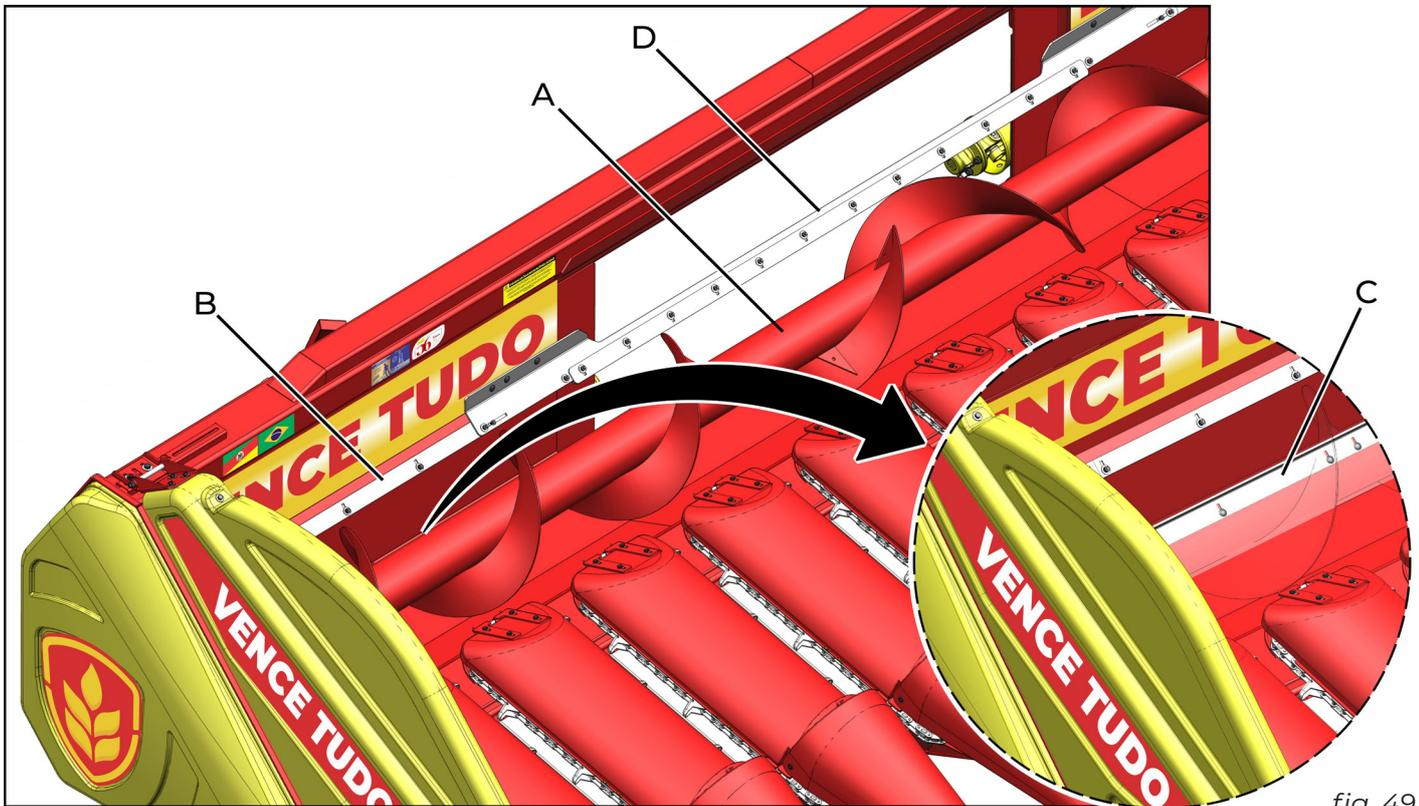

fig. 49
Para melhorar a eficiência do sem-fim alimentador (A) (fig. 49), a plataforma dispõe de um sistema de raspadores, superior (B) e inferior (C). Estes raspadores podem ser ajustados, ficando o mais próximo do helicóide do sem-fim. Confira na figura 50 a folga indicada entre o sem-fim alimentador e os raspadores.
Em situações de colheita, onde existe um alto índice de plantas invasoras, o raspador central (D) (fig. 49) deve ser montado a fim de evitar o acúmulo de material no centro do sem-fim. O raspador central é um conjunto opcional e pode ser adquirido separadamente da plataforma.